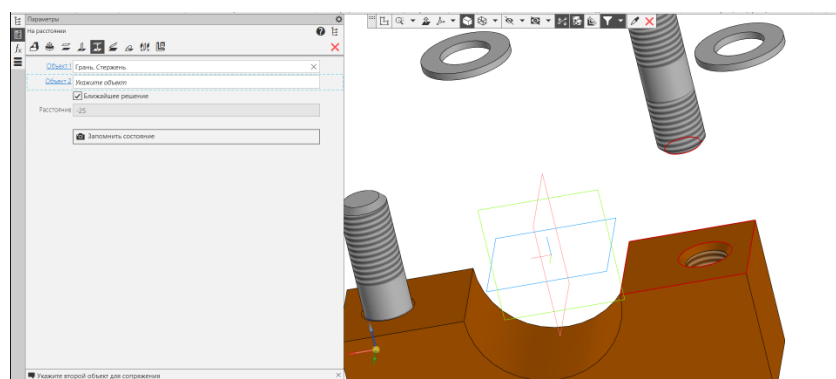

Рис. 27 Операция «На расстоянии» для Корпуса и Шпильки
- **Сборка - Размещение компонентов – Совпадение - На расстоянии** (рис. 27). Параметры операции: объект 1 – торец ввинчиваемого конца Шпильки; объект 2 – грань Корпуса; Шпилька ввинчивается в Корпус на 25 мм.